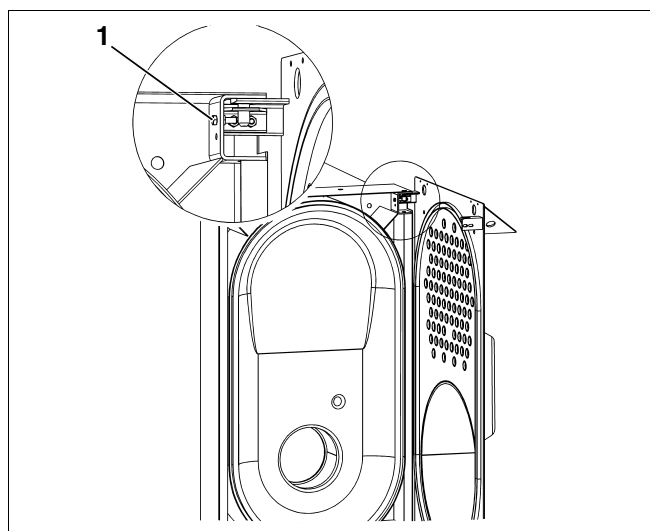

Fig. 6 Elemento de fixação contra levantamento
- Retire o parafuso de fixação (fig. 6, item 1) da dobradiça superior direita da porta.
- Após a abertura da porta, aplique o parafuso de fixação no furo superior da dobradiça da porta (fig. 6).